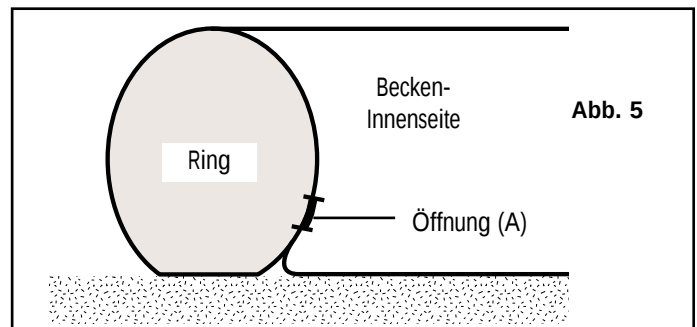

Abb. 5
- e** Anbringen der Verschlüsse: der Ring des Winky-Beckens weist Öffnungen (A) auf. Wenn das Becken vollständig entfaltet ist, diese Öffnungen mit den mit dem Becken mitgelieferten Verschluss-Scheiben (Nr. 3) aus Stoff verschliessen, **Abb. 5**.